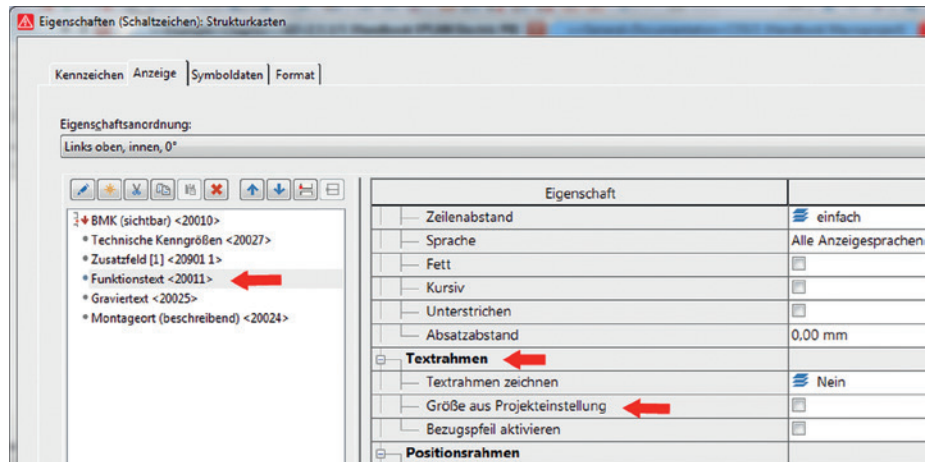

Bild 2.20
- **Größe Textrahmen:** Voreinstellungen Breite × Höhe für die Größe des Textrahmens, beispielsweise im Dialog EIGENSCHAFTEN (TEXTE)/REGISTERKARTE FORMAT individuell anwählbar (Bild 2.20).